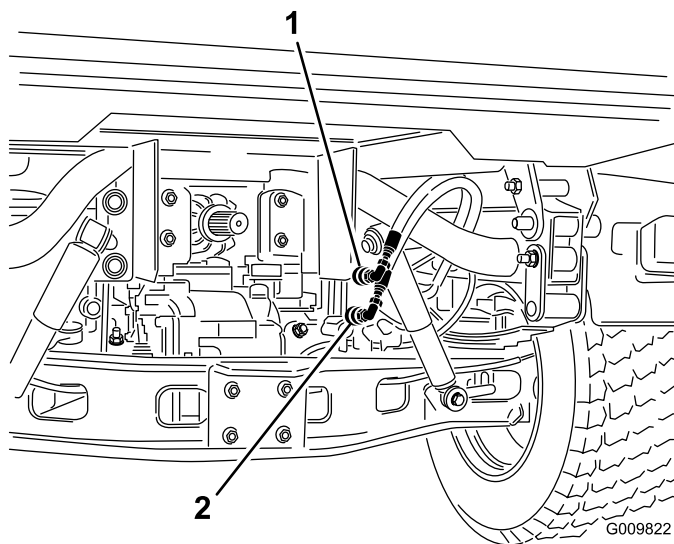

Figura 73
2. La ambele maini, deconectați cele 2 furtunuri cu cuplaj rapid de la furtunurile fixate pe suportul de cuplare (Figura 73).